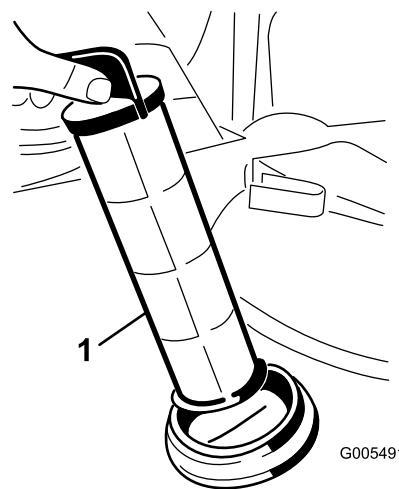

Рисунок 25
- Извлеките сетчатый фильтр линии всасывания из его корпуса в баке (Рисунок 25).